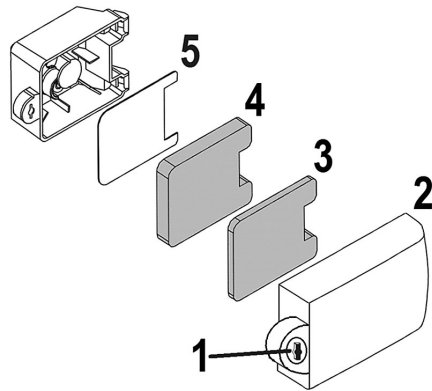

Рис. 20 Обслуживание воздушного фильтра
1. Поверните фиксатор крепления (1) влево на 90° и снимите крышку воздушного фильтра (2) (Рис. 20).
2. Извлеките предварительный (3) и основной (4) воздушный фильтры из корпуса (Рис. 20) и проверьте их на отсутствие повреждений.